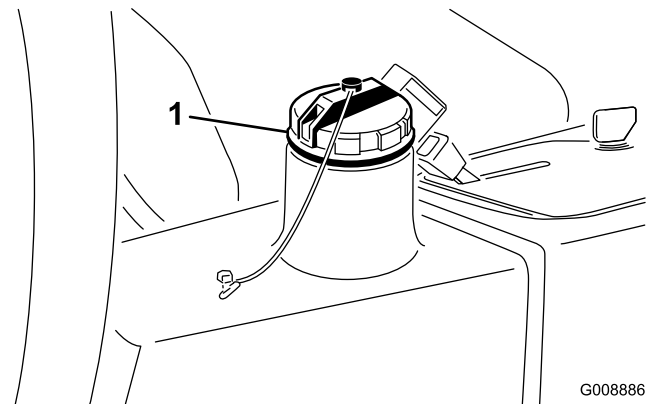

Bild 40
2. Reinigen Sie den Bereich um den Einfüllstutzen und den Deckel des Hydraulikbehälters (Bild 40).